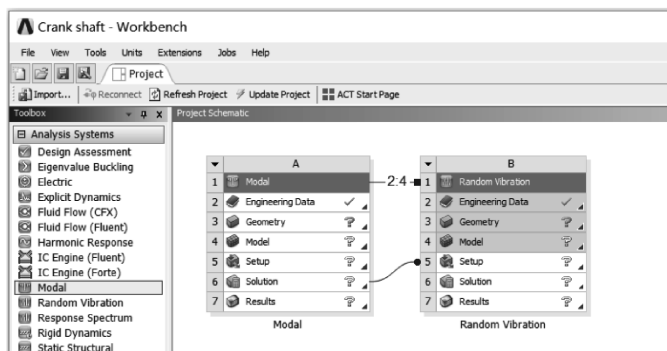

图 4-60 创建随机振动分析
(1) 在工具箱【Toolbox】的【Analysis Systems】中双击或拖动模态分析【Modal】到项目分析流程图，然后右键单击模态分析的【Solution】单元，从弹出的菜单中选择【TransferData To New】→【Random Vibration】，即创建随机振动分析，此时相关联的数据共享，如图 4-60 所示。